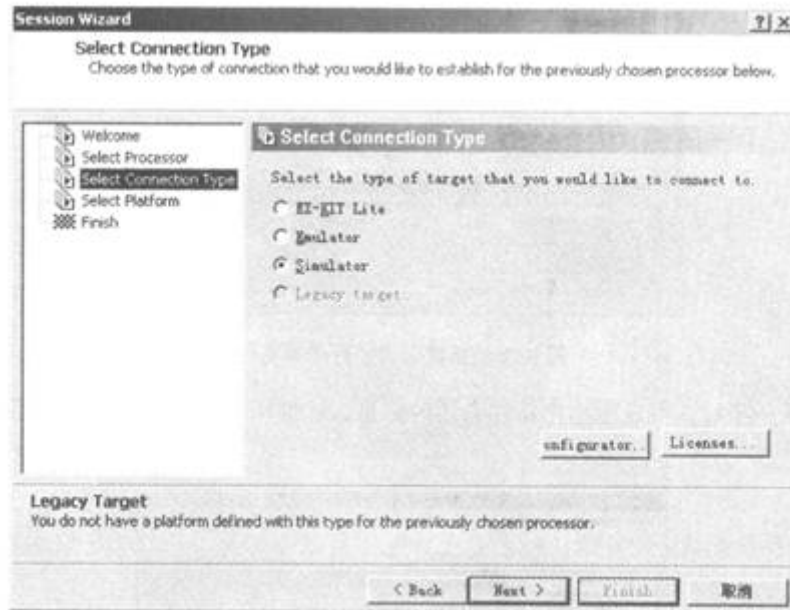

图 5-26 连接类型选择窗口
(2) 在对处理器选择窗口设置完毕后，单击下一步(NEXT)将进入到连接类型选择>Select Connection Type)窗口，如图 5-26 所示。